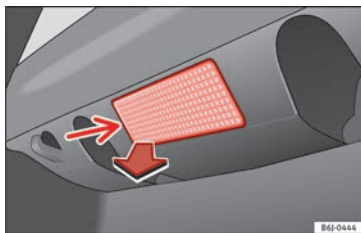

Fig. 194 Luce del bagagliaio.
- Estrarre il paralume facendo pressione sul bordo della sua parte interna (freccia) aiutandosi con la parte piana di un cacciavite » **fig. 194.**